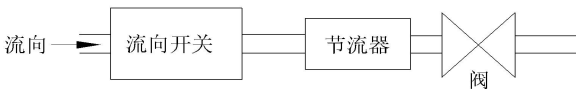

图 7 节流器安装示意图
- 注：流量开关不能遭受水击，如在流量开关下游装有快速闭合阀，必须使用合适的节流器。（参见图 7）